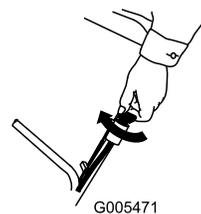
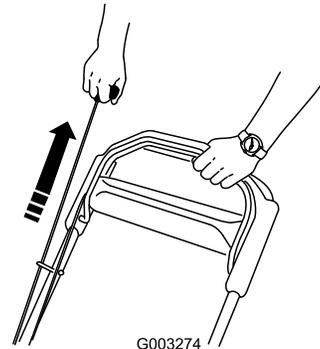

Рисунок 14
Рисунок 15
2. Поверните ключ зажигания (только для моделей с электрическим запуском) (Рисунок 14) или потяните пружинную пусковую рукоятку (Рисунок 15).